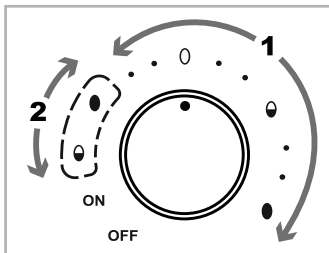

Abb. 1
- 1) Drehen Sie den Drehregler **7** in die Position, die dem gewünschten Härtegrad der Eier entspricht. Benutzen Sie den Einstellbereich „1“ (siehe Abb. 1) mit den Symbolen und den dazugehörigen Punkten davor:
Für den ersten Kochvorgang gilt der Einstellbereich „1“ mit den Symbolen und den dazugehörigen Punkten davor. Für den zweiten Kochvorgang gilt der Einstellbereich „2“ mit den umstrichelten Symbolen (siehe Abb. 1).
- 2) Stellen Sie den Drehregler **7** in die Position, die dem weichsten Härtegrad der Eier entspricht (es gilt der Einstellbereich „1“, siehe Abb. 1). Die Kontrollleuchte **8** leuchtet auf und der Kochvorgang beginnt.
- 5) Setzen Sie den Deckel **2** wieder auf und drehen Sie den Drehregler **7** in die Position der umstrichelten Symbole (Einstellbereich „2“, siehe Abb. 1), die dem gewünschten Härtegrad für die im Gerät verbliebenen Eier entspricht: